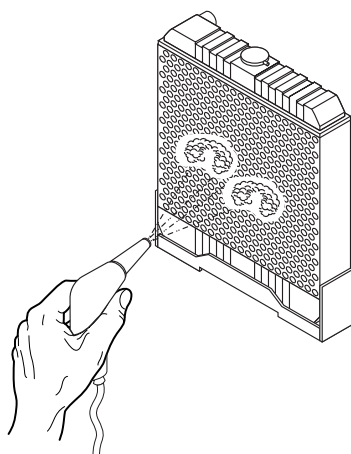

Figure 23. Reinigen des Kühlers
1. Blasen Sie mit 28 psi (0,19 MPa) oder schwächerer Druckluft (Figure 23), um Schmutz und Staub von Rippen und Kühler zu entfernen. Achten Sie darauf, die Rippen mit der Druckluft nicht zu beschädigen.